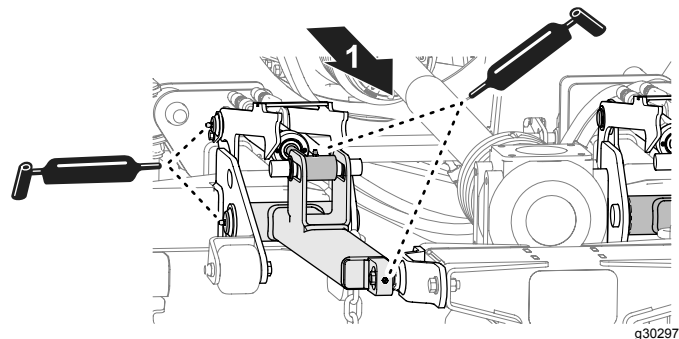

Figure 53
- Appliquez de la graisse sur les bras de levage, les vérins hydrauliques et les amortisseurs du tablier de coupe central (Figure 53).